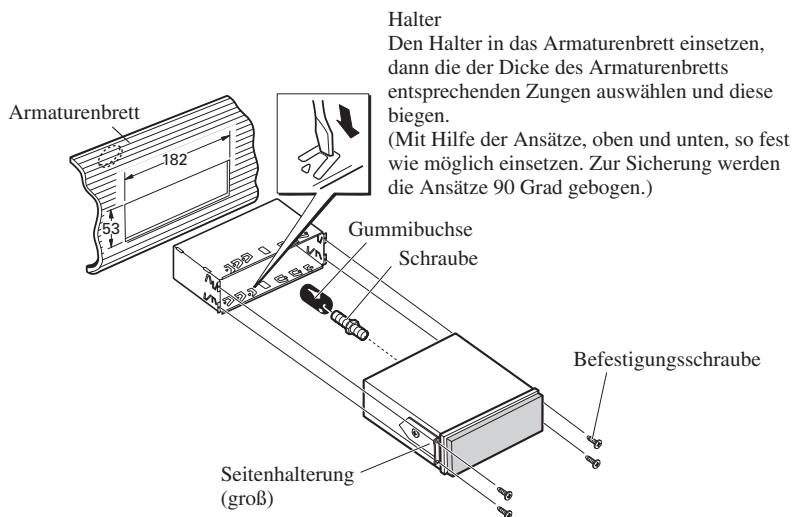

Abb. 9
3. Befestigen der Einheit. (Abb. 9)